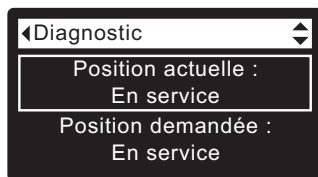

FIG. 109
4. Appuyez sur le bouton HAUT (▲) pour faire défiler les options du menu et mettre en encadré **Position actuelle** (cf. Figure 109).